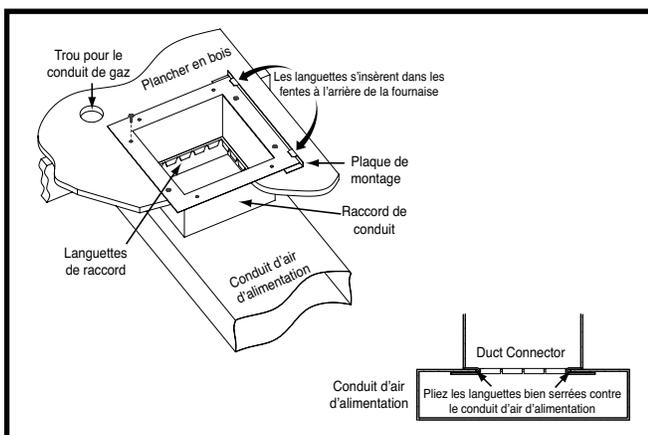

Figure 12. Raccord de conduit à languettes
2. En utilisant les lignes centrales comme point de départ, tracez le reste du trou pour les conduites en fonction des dimensions montrées dans la Figure 12.
3. Retirez le raccord de conduit et découpez la zone marquée du conduit d'alimentation en air 1/16 po plus large que le trait dessiné. Voyez la Figure 12.
5. Installez la plaque de montage (Figure 12) sous l'arrière du connecteur de conduit. Alignez les trous pour vis dans les deux composantes.
7. Plier les languettes inférieures du raccord de conduit vers le haut et serrez-les le plus possible contre le conduit d'alimentation en air. Voyez la Figure 12.